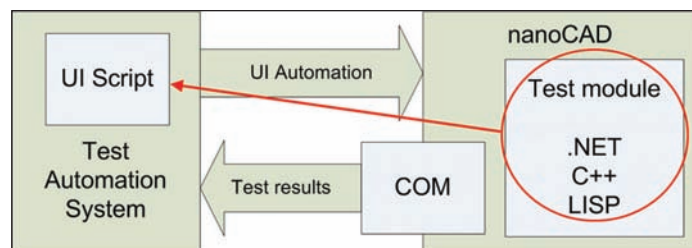

Рис. 5
1. Логика теста расположена в системе автоматизированного тестирования; в nanoCAD загружен универсальный тест, исполняющий действия, переданные из ведущего автотеста (рис. 5).